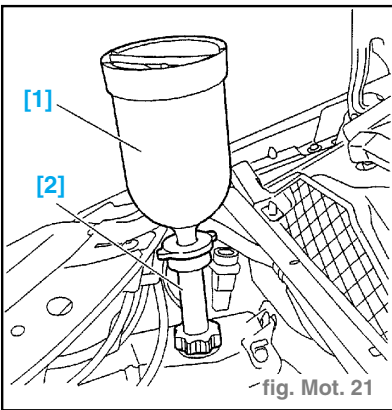

fig. Mot. 21
- Fermer la vis de vidange (4) du radiateur.
- Monter le cylindre de charge [1] sur l'adaptateur [2] (réf. Citroën : 4520 - T et 4222 - T). (fig. Mot. 21)